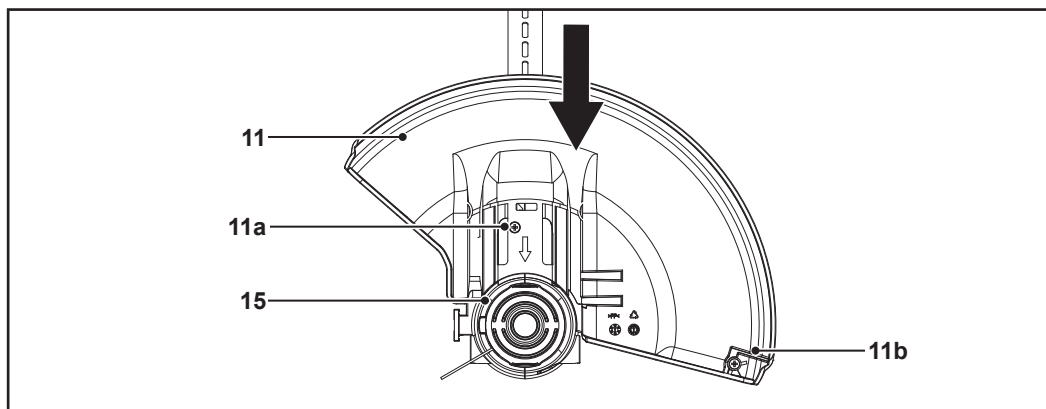

Fig. 1
1. Glisează apărătoarea (11) în fantele de glisare din capul de tăiere (15) (fig. 1).
2. Fixează apărătoarea (11) cu șurubul (11a) (fig. 1).